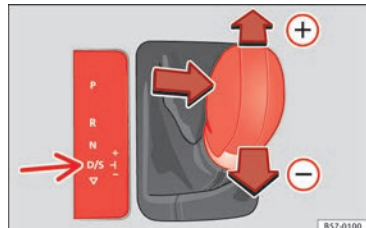

Abb. 169 Mittelkonsole: zu Tiptronic ändern.
- Um einen Gang hochzuschalten, tippen Sie den Wählhebel nach vorn  **» Abb. 169.**